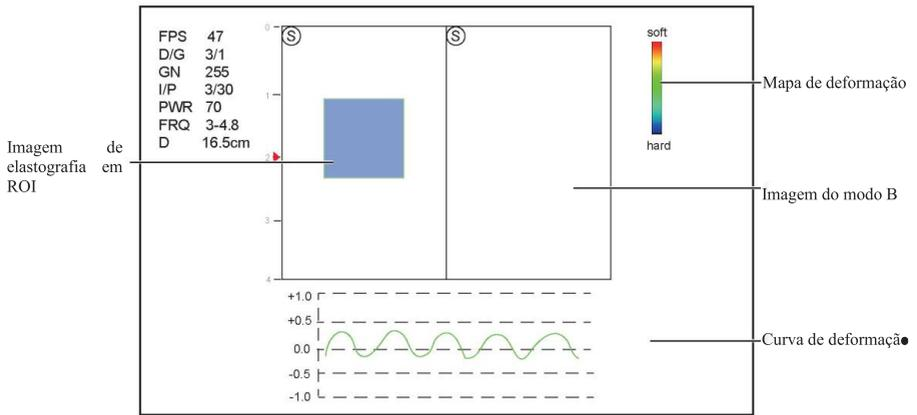

Figura 7-1 Tela de imagem de elastografia
3. Toque em **Elasto** na tela sensível ao toque para inserir a imagem de elastografia. Como mostra a Figura 7-1, a imagem de elastografia é exibida à esquerda e uma imagem em modo B em tempo real é exibida à direita.